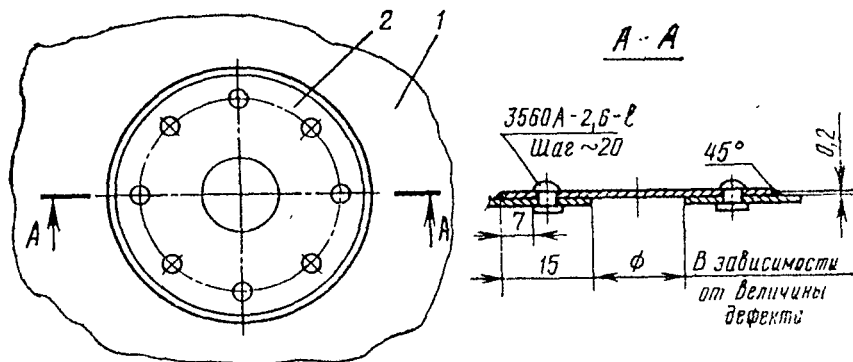

Рис. 4.15. Установка накладки в зоне пробоя:
17. Одиночные проколы или трещины обшивки длиной до 5 мм засверлите и установите ложную заклепку 3560А-d-1. Участок обшивки с незначительными повреждениями и мелкими трещинами длиной до 10 мм, если они значительно удалены от силовых элементов конструкции гондолы, высверлите и установите накладку согласно рис. 4.15.